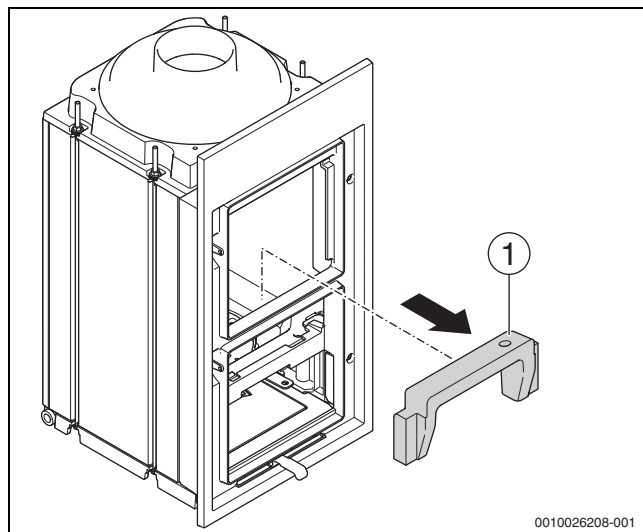

Bild 20 Frontstein (Hitzeschutzstein) ausbauen
- Durch die Füllraumbür greifen und den Stein (→ Bild 20, [1]) entnehmen.